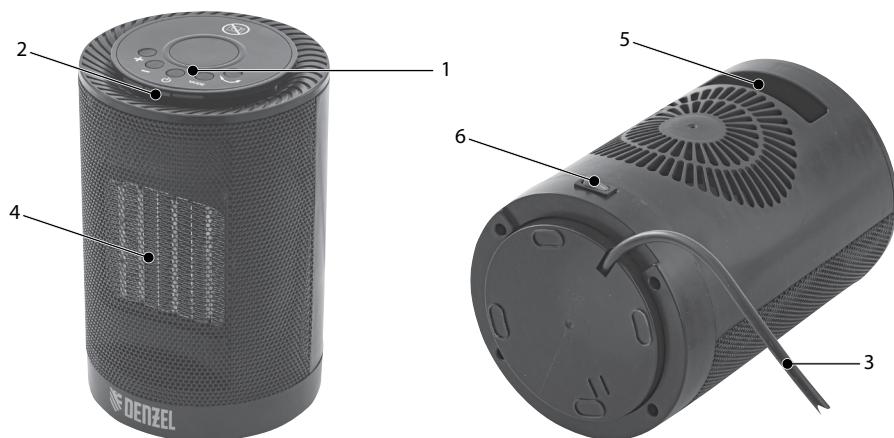

Рис. 1
2. Переведите выключатель 6 в положение **I** (рис. 1, 3).
3. Переведите выключатель 6 в положение **O** (рис. 1, 3).